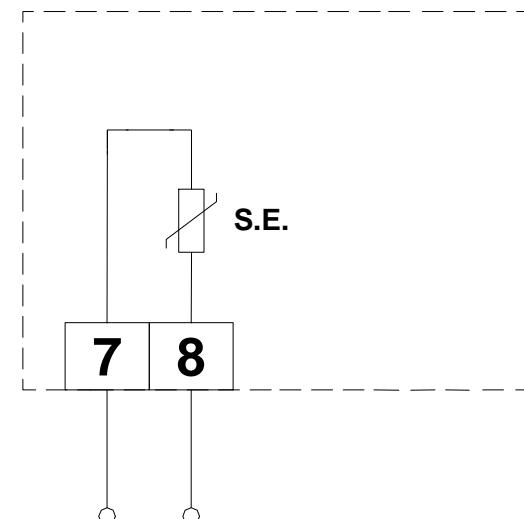

Fig. 2: Schema di collegamento
- Eseguire i collegamenti elettrici seguendo lo schema di Fig. 2.
- Realizar las conexiones eléctricas siguiendo el esquema de la Fig. 2.